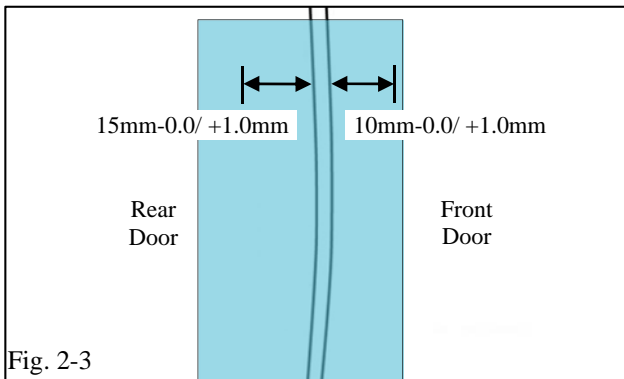

Fig. 2-3
- (d) Make vertical marks on the middle piece of tape (Fig. 2-3).